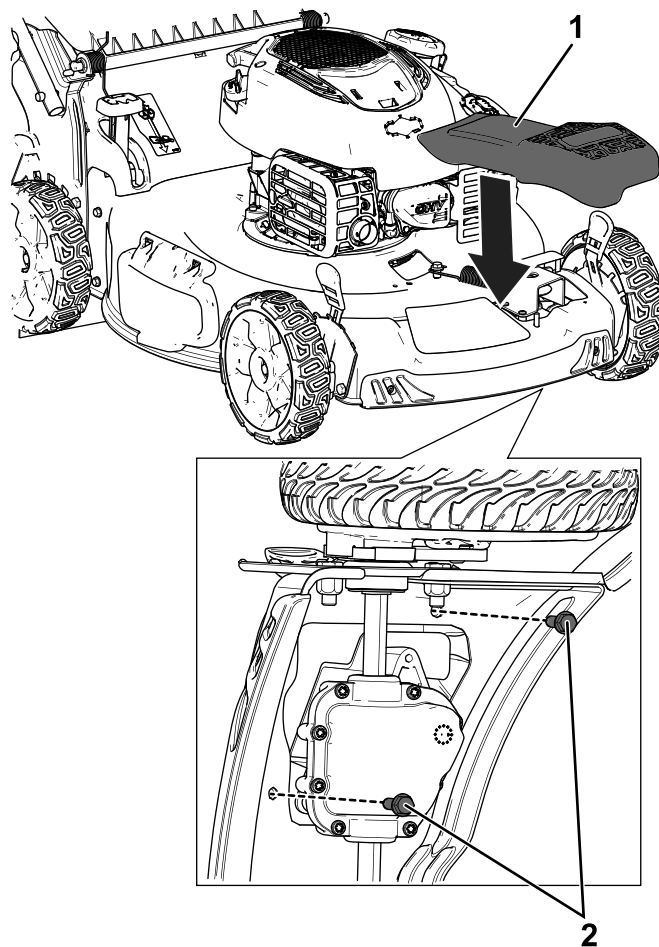

Figura 8
3. Montate la trasmissione della lama e disponete entrambe le cinghie attorno ad essa, come illustrato nella Figura 8.